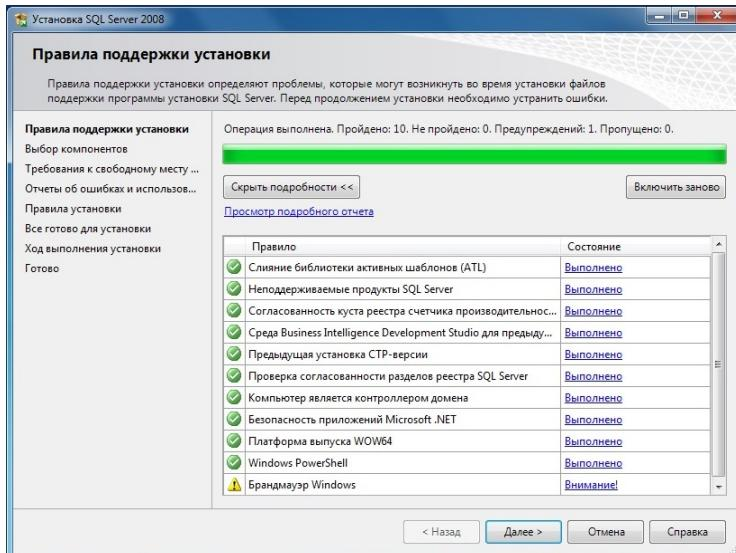

рис. 31
2.9 Нажать кнопку «Показать подробности» и убедиться, что все проверки успешно пройдены. Если будут обнаружены какие-то проблемы, то необходимо их устраниить и запустить повторную проверку кнопкой «Включить заново». Затем нажать кнопку «Далее» (рис. 31):